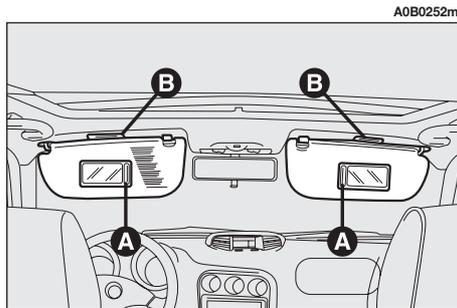

fig. 136
Sul retro delle alette è presente uno specchio di cortesia con copertura scorrevole (A-fig. 136), illuminato dalla plafoniera (B).